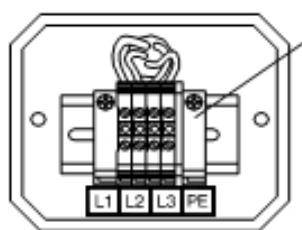

Рис. 2.4
2. Снимите прозрачный пластмассовый изолятор(C), который закрывает клемную колодку. См. рисунок 2.4.
3. Электропровод вставьте через муфту (D) в клемную коробку, показанную на рисунке 2.3.
4. Соедините три линии L1, L2 и L3, фазы (E) проводом, как показано на рисунке 2.5. Также соедините зеленый заземляющий провод с клеммой (F).
5. Установите прозрачный пластмассовый изолятор (C) и крышку (B).